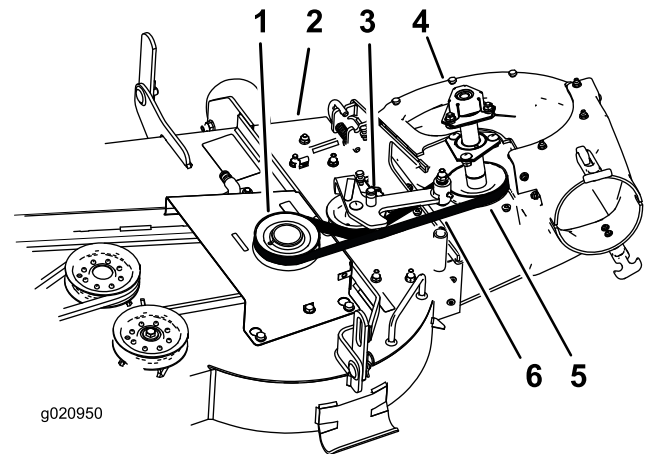

Figura 29
4. Tire hacia atrás de la polea tensora tensada con muelle para aliviar la tensión de la correa (Figura 29).
8. Instale la correa nueva alrededor de las poleas del soplador (Figura 29).
10. Instale la correa nueva alrededor de la polea de la carcasa de corte (Figura 29).
13. Tire hacia atrás de la polea tensada con muelle y pase la correa por la misma (Figura 29).